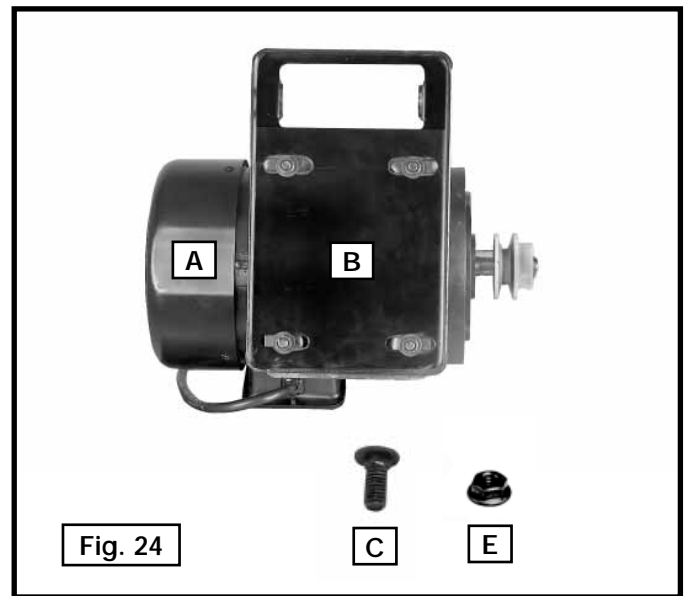

Fig. 24
Fixer le moteur (A) au plateau de montage moteur (B) fig. 24.
3. Positionner la courroie et le support du protège-poulie (I) fig. 28, de sorte que la poulie motrice (K) soit centrée et que le boulon passe dans le trou de la courroie et du support du protège-poulie (I) fig. 28. Serrer les quatre écrous hexagonaux (C) fig. 24 qui fixent le moteur à son plateau de montage moteur.
⚠ AVERTISSEMENT : L'extrémité du moteur (N, fig. 31) doit être sous le dessus de la table. Dès que la courroie est installée, relever au maximum la lame de la scie et l'incliner à 45°. Utiliser une règle droite (M, fig. 31) pour confirmer que l'extrémité du moteur (N) fig. 31 soit bien sous le dessus de la table (O). Si non, desserrer les quatre écrous hexagonaux (F, Fig. 24), repositionner le moteur puis resserrer les écrous. Réaligner la poulie motrice (K, Fig. 29) avec l'arbre de la poulie.